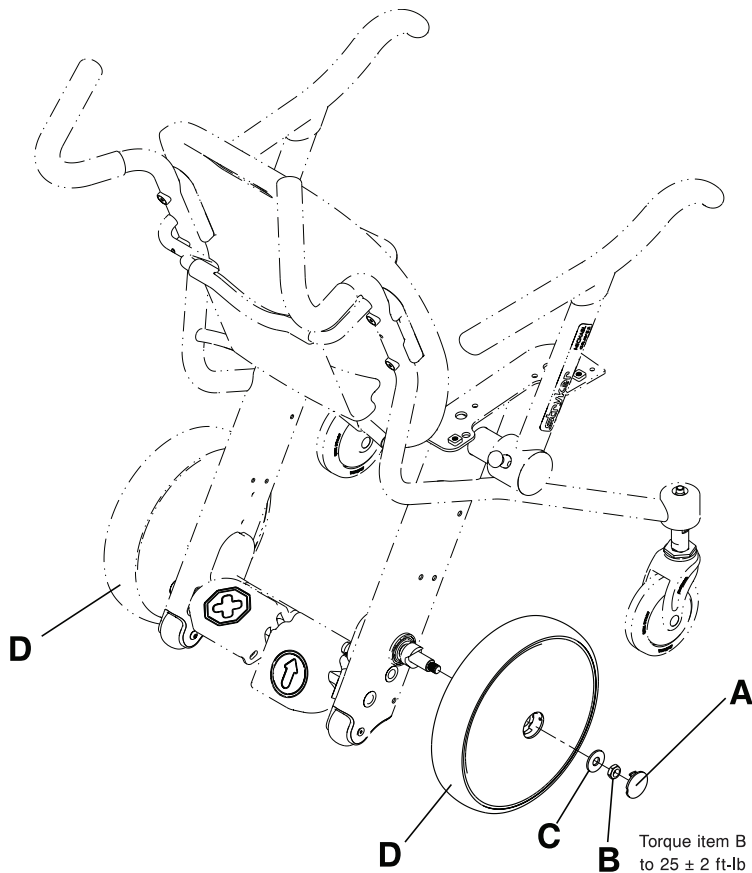

Afbeelding 7-27: Wegdraaivoetsteun vervangen
4. Pak de onderste voetsteunveerhouder (A) vast en trek hem omlaag om hem te verwijderen. Werp de onderste voetsteunveerhouder weg.
5. Verwijder de voetsteuntorsiebeer (B) en werp hem weg.
7. Draai de wegdraaivoetsteunconstructie (C) en trek omlaag om deze te verwijderen. Werp de constructie weg.
8. Breng Syntec-smeervet (3000-200-7 19) aan op de aangewezen plekken (Afbeelding 7-27 op pagina 7-43).
9. Voer stap 3-8 andersom uit om de geleverde wegdraaivoetsteunconstructie te installeren. Haal de bout (D) van de zwenkwielvork met een 3/8 inch momentsleutel aan tot  $75 \pm 5$  ft-lb ( $102 \pm 7$  Nm) voordat u het zwenkwiel aan de vork bevestigt.